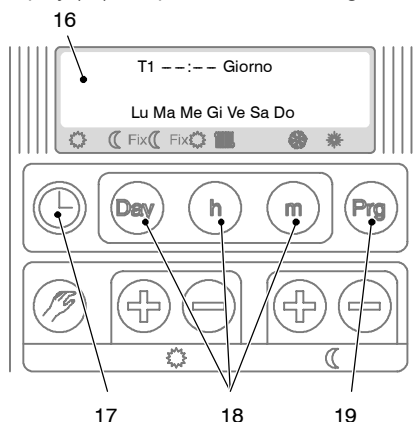

fig. 2.10
- 1 Per programmare le fasce di accensione o spegnimento premere il tasto **Prg** (19). Sul display (16) compaiono le scritte di fig. 2.10
- Premere il tasto (17 in fig. 2.10) per uscire dalla programmazione.